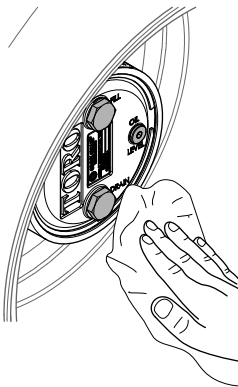

Figura 131
3. Limpie con un trapo los alojamientos del planetario y del freno (Figura 131).